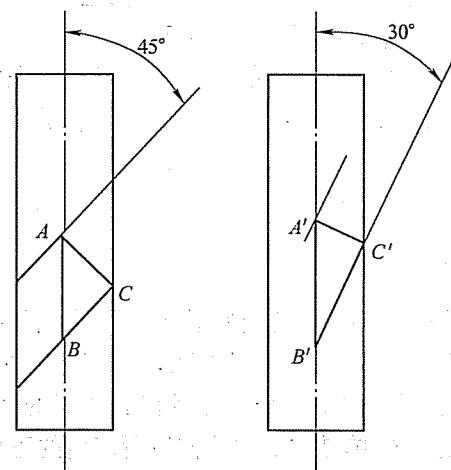

图 19-5 第六题第 1 小题解答图
1. 铝单晶体试样拉伸前、后的示意图如图 19-5 所示。图中 AC 和 $A'C'$ 分别表示试样拉伸前、后晶体中两个相邻滑移面之间的距离，即滑移面的面间距。